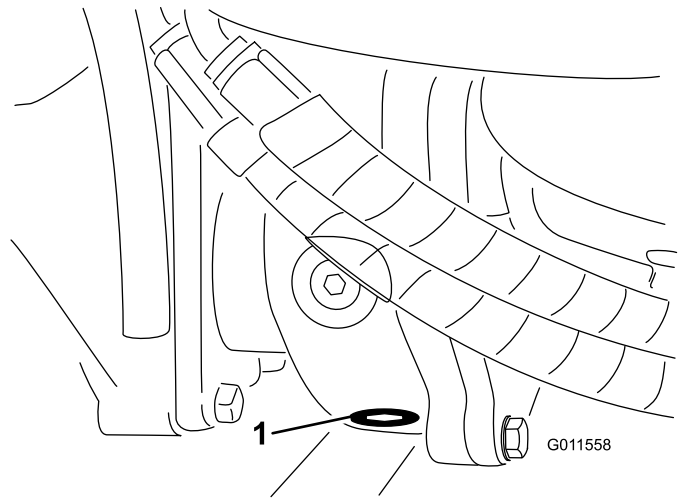

Bild 97
5. Reinigen Sie den Bereich um die Ablassschraube an der Unterseite des Getriebes (Bild 97).